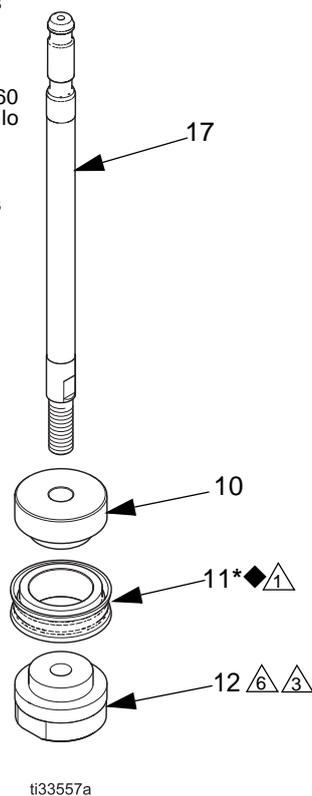

FIG. 3. Desmontar o instalar el pistón (Solo modelos de 750 cc)
Solo modelos de 750 cc: Coloque el sello del pistón (11*◆) en el pistón (10). Vea la FIG. 3 en la página 7.
2. Aplique Loctite® 263 o 2760 de alta resistencia (rojo) al diámetro interior en las roscas de la tuerca del pistón (12). Enrosque la varilla (17) a través del pistón (10) y el espaciador (40, no utilizado en modelos de 750 cm³) en la tuerca del pistón (12). Apriete la tuerca a 129-135 N•m (95-100 ft-lb). Debe permitirse que el sellador cure durante un mínimo de 12 horas antes de usar.